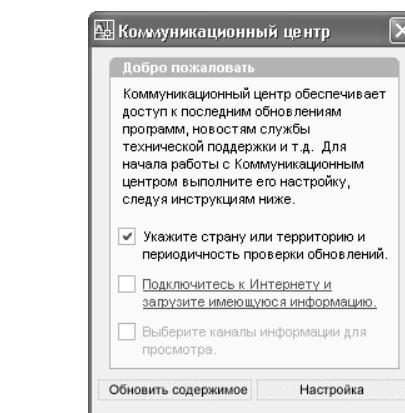

Рис. 1.10 ▼ Диалоговое окно **Коммуникационный центр** (Communication Center) после настройки параметров
8. Диалоговое окно **Настройка** (Configurations Settings) примет вид, показанный на рис. 1.10. Ничего не меняя, щелкните на кнопке закрытия